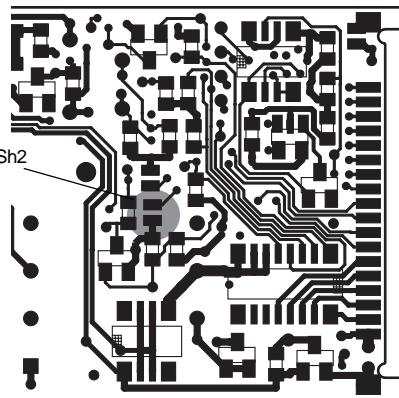

Abb.9
- 5) Den Stege an die Brücke Sh2 löten (siehe Abb. 9).